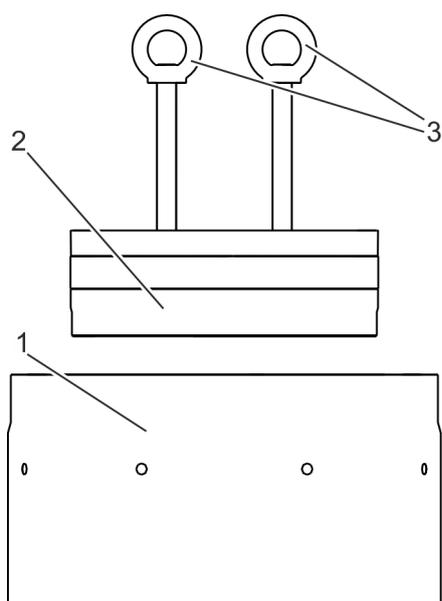

Abb. 12: Verschlussdeckel einsetzen
- 19.** Falls entfernt, Ringmuttern (Abb. 12/3) auf den Stiftschrauben des Verschlussdeckels aufschrauben.
- 20.** Ringmuttern (Abb. 12/3) am Hebezeug anschlagen und Verschlussdeckel (Abb. 12/2) mit montiertem Stütz- und Dicht-ring über das Gehäuse (Abb. 12/1) heben.